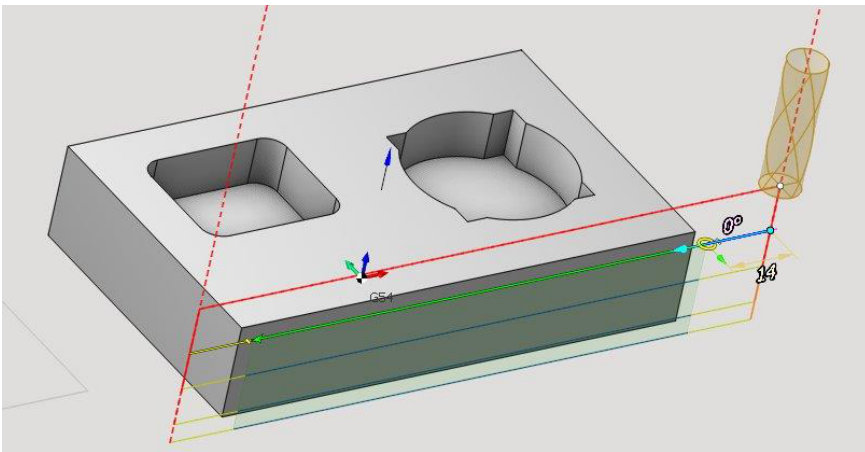

Рис. 5-25. Операция 2D контур для отдельного ребра 3D модели.
- для отдельного ребра (рис. 5-25)